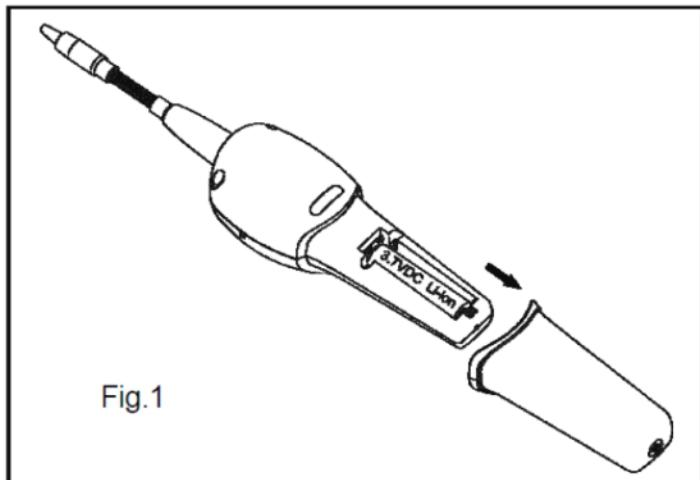

Fig.1
- Allentare la vite e togliere la copertura del vano batteria situato sul fondo dello strumento, come indicato in figura (Fig. 1).